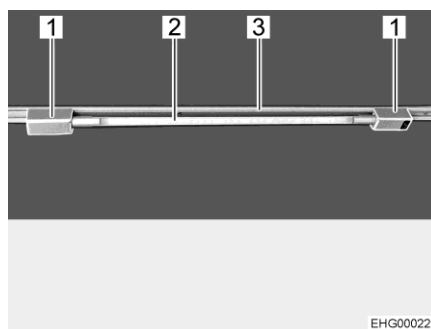

Fig. 30 Tubo fluorescente
**Insertar tubo fluorescente:** ■ Insertar ambos sujetadores (Fig. 30,1) en el riel (Fig. 30,3). Para ello, girar el sujetador 90°.
■ Enchufar el cuerpo de la lámpara (Fig. 30,2) en uno de los sujetadores.
- Rotar tubo fluorescente: ■ Rotar el cuerpo de la lámpara (Fig. 30,2) hasta que se haya obtenido el efecto de iluminación deseado.